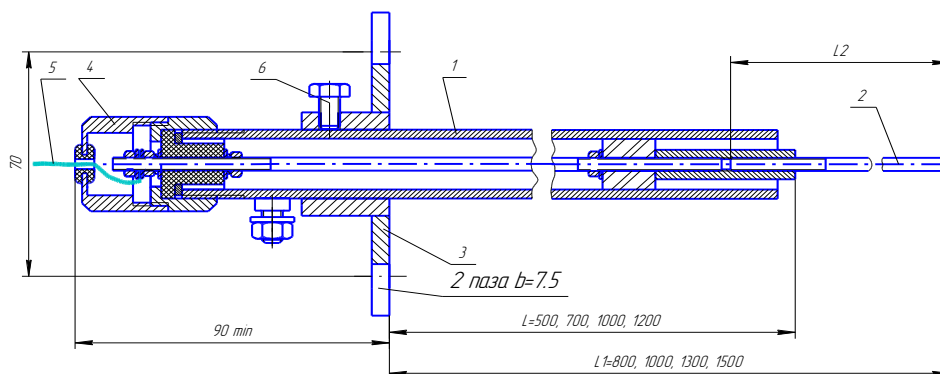

Рис. 1. Электрод контрольный
- 4.1. После распаковки и проверки внешнего вида на отсутствие внешних дефектов и поломок вернуть во втулку электрод жаропрочный 2 (рис.1).